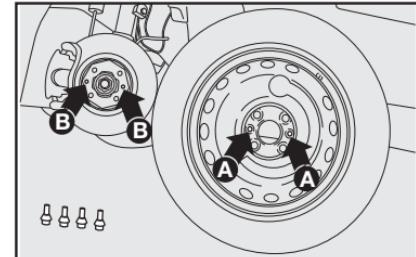
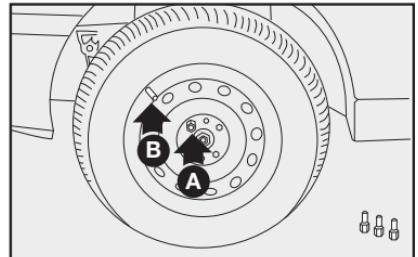

fig. 8
fig. 9
- Montar a roda sobressalente, encravando os furos **A-fig. 8** com os respectivos pinos **B-fig. 8**.
- Atarraxar apenas um dos parafusos **A**-fig. 8, em correspondência com a válvula de enchimento **B**-fig. 9.